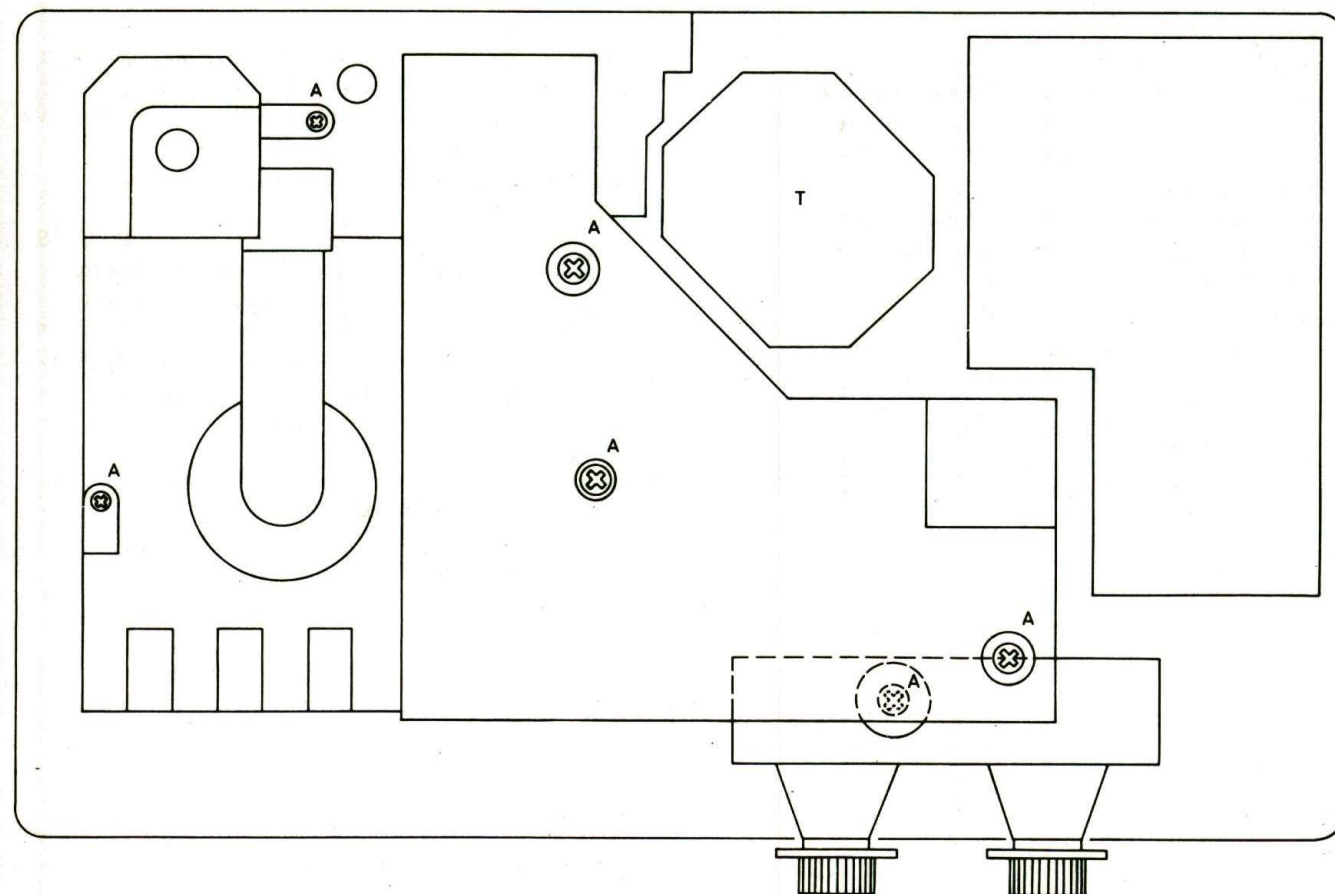

Fig. 1
Remove screws A (Fig. 1) only and the screws below the head cover strip 252 (Fig. 2).
Verwijder alleen de schroeven A (Fig. 1), en twee schroefjes onder de kop afdekstrip pos. 252 (Fig. 2).